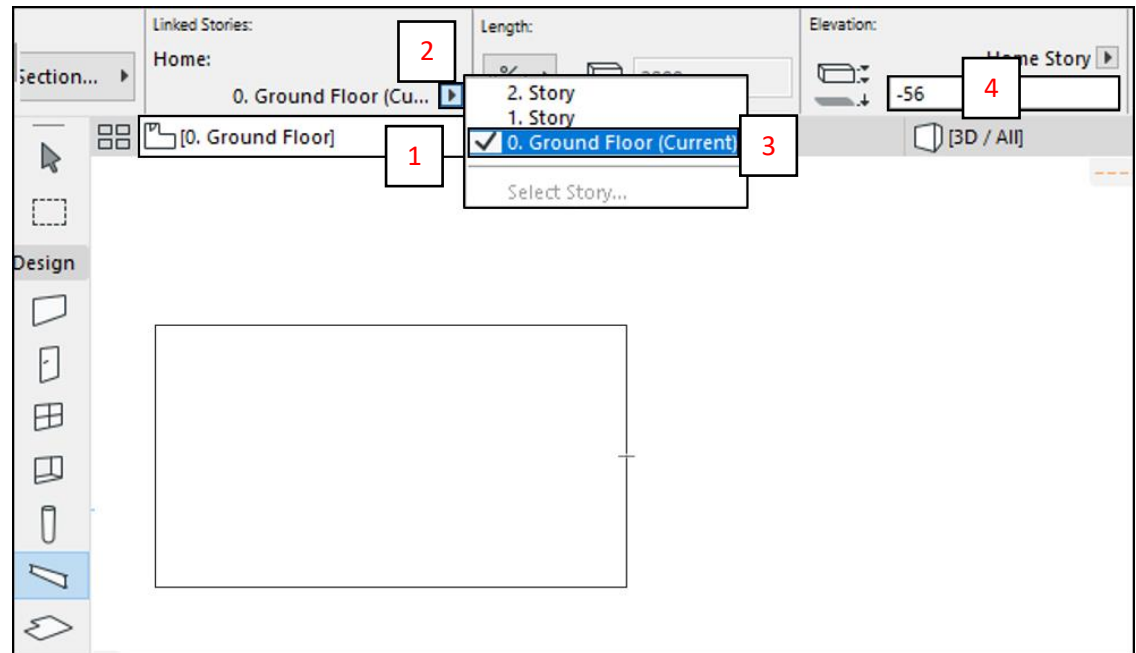

Fig. 19
- A. En la *Barra de Pestañas*, volver a la vista en planta “**Ground Floor**” (1). (*Fig. 19*)
- B. En el *Cuadro de Información*, definir el nivel de inserción de la viga desplegando la lista de niveles en **Linked Stories** (2). Seleccionar el mismo nivel en el cual se insertó la solución constructiva (3). (*Fig. 19*)
- C. Luego configurar la **elevación** de la viga según el valor negativo de la distancia obtenida anteriormente (4) (Por ejemplo, si la distancia entre la línea de borde de la solución y el inicio del núcleo es 56, el valor a ingresar en **elevación (Elevation)** corresponderá a **-56**). (*Fig. 19*)